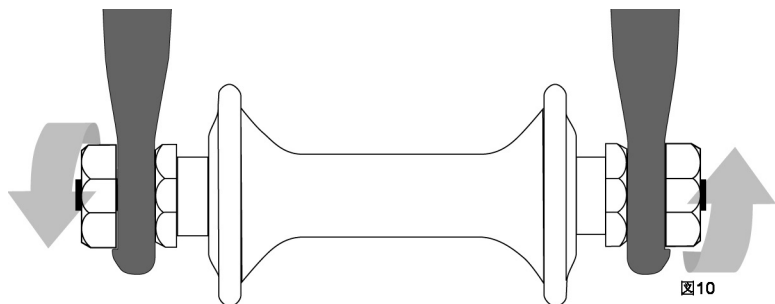

図10
- ハブ軸にねじ留めした六角ナットもしくは六角ボルト（ボルト締めホイール、図10）